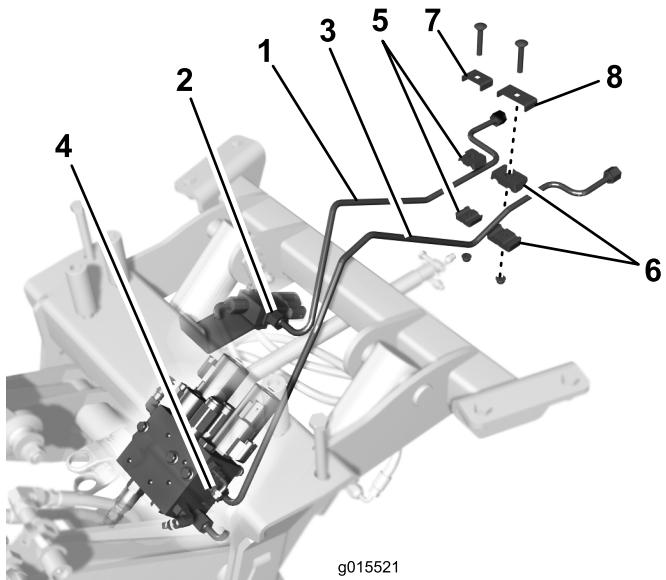

図 9
| 1. 油圧チューブのキャップ | 3. 短い油圧チューブの後端部を、マシンのチューブに接続する 図 9。 |
4. 長い油圧チューブの後端部を、マシンのチューブに接続する図 9。
6. 短い油圧チューブを近くのマシン側のチューブに接続する小さいクランプ、プレート、キャリッジねじ、フランジナットを使用し、図 9 のように取り付ける。
7. 長い油圧チューブを近くのマシン側のチューブに接続する大きいチューブクランプ、プレート、キャリッジねじ、フランジナットを使用し、図 9 のように取り付ける。